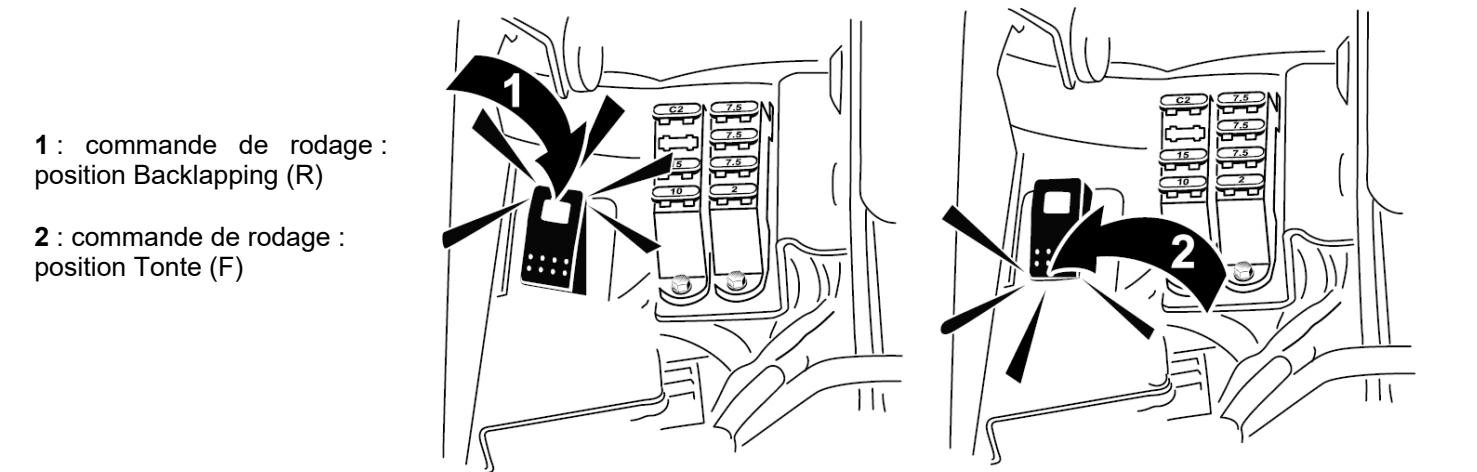

Figure 57
- Amenez la commande de rodage à la position rotation arrière (R), les cylindres tournent alors à l'envers (Figure 57 ci-contre).